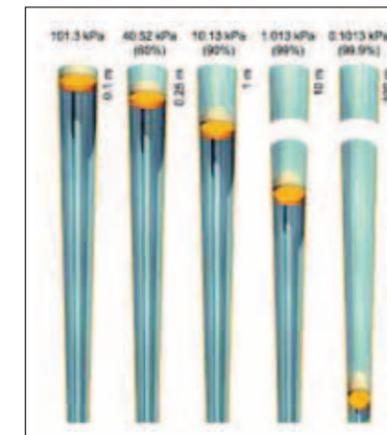

Figura 5 - Il fabbisogno di energia per creare il vuoto aumenta asintoticamente con l'aumentare del grado di vuoto.
E', quindi, importante, per ottimizzare il bilancio energetico, cercare di lavorare con il più basso livello di vuoto possibile. Per illustrare meglio quanto sopra, si può utilizzare un cilindro con un pistone (pompa a pistone). Secondo la legge di Boyle, a temperatura assoluta costante (T), la pressione assoluta (p) in un gas è inversamente proporzionale al volume (V) occupato dallo stesso: $P \times V = P \times V$. Se aumenta il volume, diminuisce la pressione. In figura 5 si vede come, tirando lentamente il pistone della pompa, la corsa effettuata rappresenta il lavoro svolto per espandere il volume iniziale e raggiungere i diversi livelli di vuoto. La temperatura non è costante, ma, se la manovra viene compiuta lentamente, l'effetto della sua variazione è trascurabile.